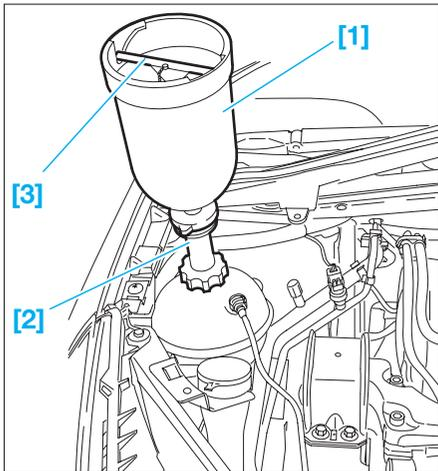

FIG. 21
- Monter l'ensemble cylindre de charge [1], obturateur [3] et adaptateur [2] sur l'orifice de remplissage (outils ref. 4520-T, 4370-T et 4222-T) (Fig.21).